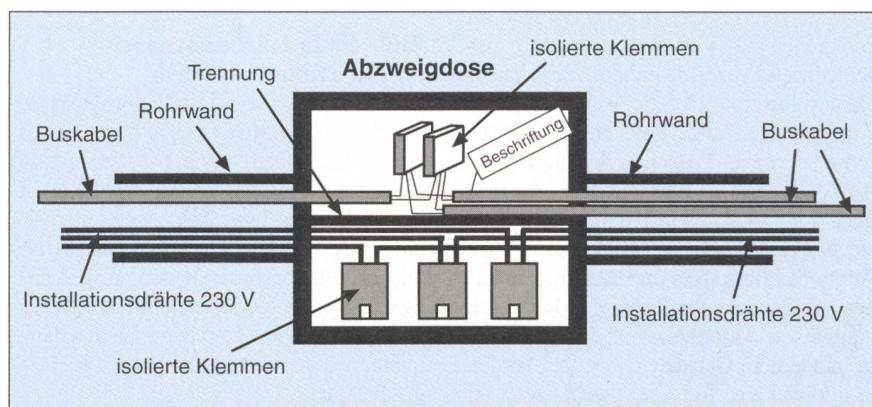

Bild 14 Niederspannungskabel und Buskabel in Abzweigdosen mit isolierten Klemmen
3. Niederspannungs- und Buskabel in Abzweigdosen mit isolierten Klemmen: Bei Verwendung von isolierten Anschlussklemmen, beispielsweise Wago-Klemmen, in Abzweigdosen für Nieder- und Kleinspannungskabel darf eine gemeinsame Dose mit gemeinsamer Rohreinführung verwendet werden. Es wird empfohlen, die Klemmen für die unterschiedlichen Strombereiche zu gruppieren oder, besser noch, in abgetrennten Bereichen zu plazieren. Die isolierten Abzweigklammern für den Bus sind gut sichtbar zu bezeichnen (Bild 14).